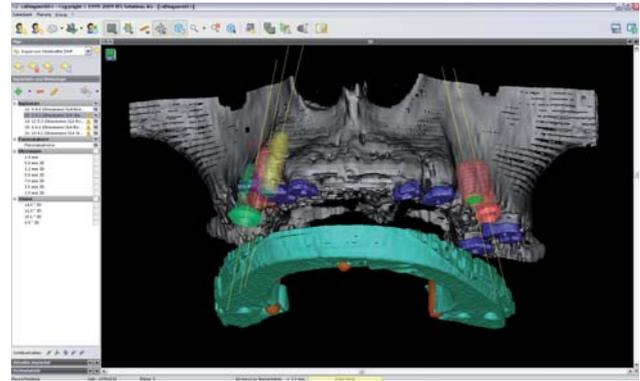

Abb. 6: Segmentierter Datensatz.
In der Planung ließen sich die Abutments mit bis zu sechs verschiedenen Parametern (u. a. Angulation) darstellen. Auch die für eine Prognose der Einheilzeit wichtige Knochendichtemessung im Implantatgebiet nach Hounsfield (HU) ließ sich durchführen. Neben Standard- und Komfortfunktionen, wie man sie bereits aus Text- und Bildbearbeitungsprogrammen kannte, verfügte das System über verschiedene aktive Messfunktionen (Strecken, Winkel, Hilfslinien) sowie zahlreiche Datenbankfunktionen. Des Weiteren stand ein Nerv-Modul zur Verfügung, womit sich der Verlauf des Kanals des Nervus mandibularis markieren und befunden ließ. Als unentbehrlich und unverzichtbar stellte sich im Verlauf der Planung das Parallelisierungswerkzeug dar. Dieses ermöglichte es, alle oder einzeln zueinander geplante Implantate zu parallelisieren, was eine nicht zu unterschätzende Erleichterung für die spätere zahntechnische Realisierung in der prothetischen Phase bedeutete. Mehrere Alternativplanungen pro Fall waren möglich und konnten abgespeichert werden. Zur besseren Darstellung und Übersichtlichkeit stellte das Programm den sogenannten Segmentierungsmodus zur Verfügung (Abb. 6). Vereinfacht ausgedrückt, lassen sich damit verschiedene Gewebearten (z. B. Knochen und Haut) und unterschiedliche Areale (z. B. Zahnaufstellung der Schablone oder die natürliche Zahnreihe) innerhalb der Schichtbilddaten verschiedenfarbig rekonstruieren, sodass dadurch ein recht beeindruckendes 3-D-Bild entstand.